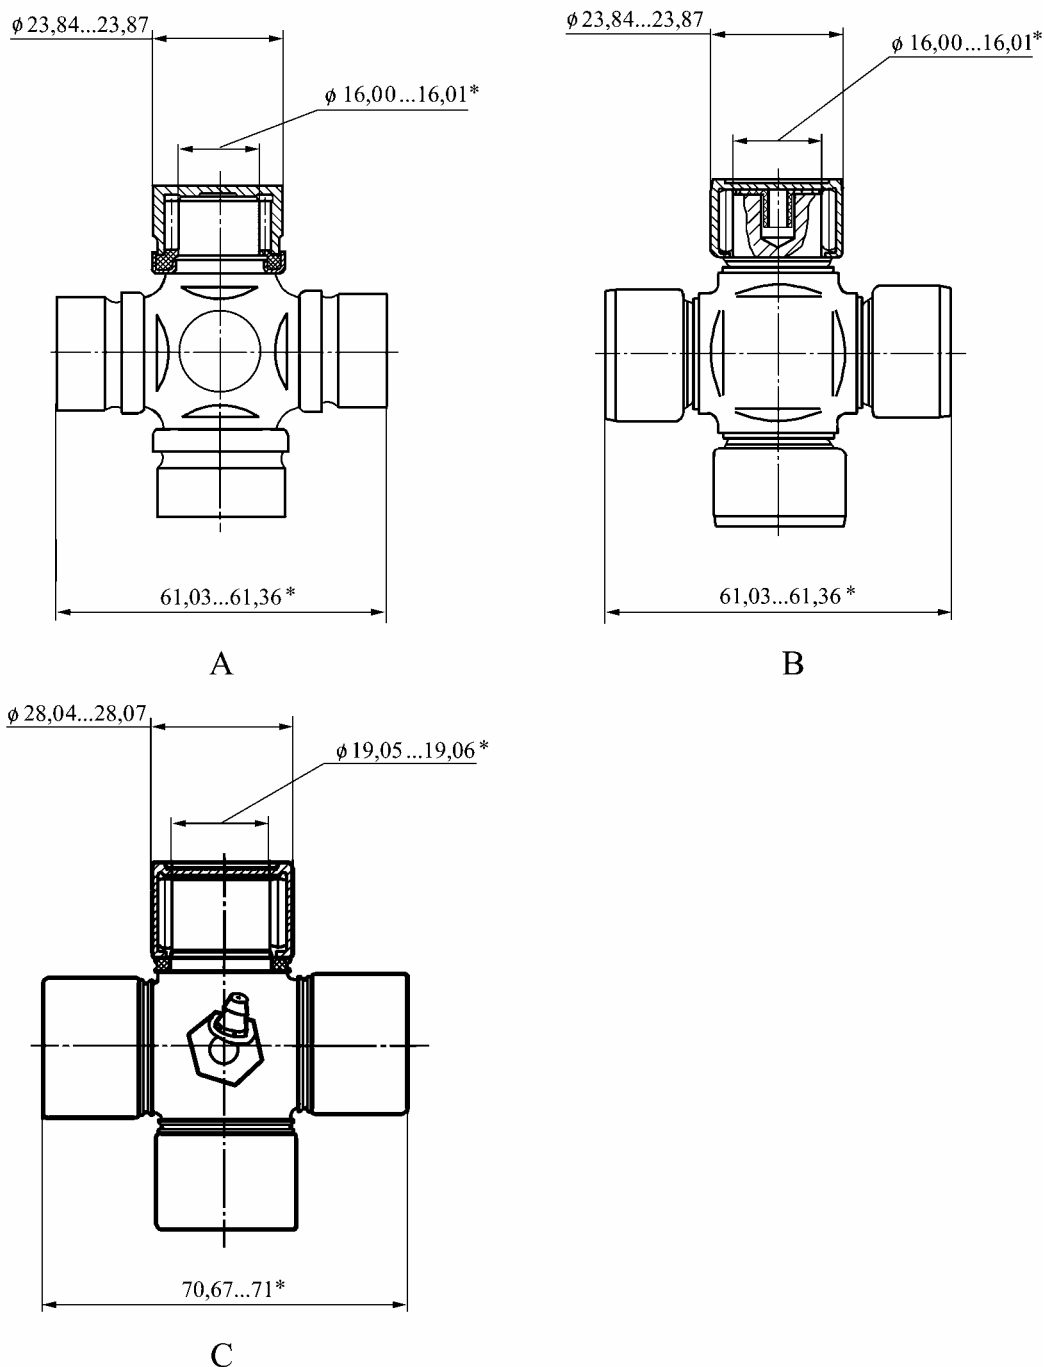

Рис.25. Крестовины карданного вала:
6.2.8 Крестовины карданного вала 2101/2105/21211-2202025, рис.25.
Крестовина 2101, рис.25, отличается от крестовины 2105 наличием корпусов сальников крестовины. Корпусы игольчатых подшипников крестовин 2105 и 21211 отштампованы из листовой стали, в отличие от 2101 – которые вытачивались из стального прутка. Крестовина 21211 отличается от остальных увеличенным размером и наличием пресс-масленки.